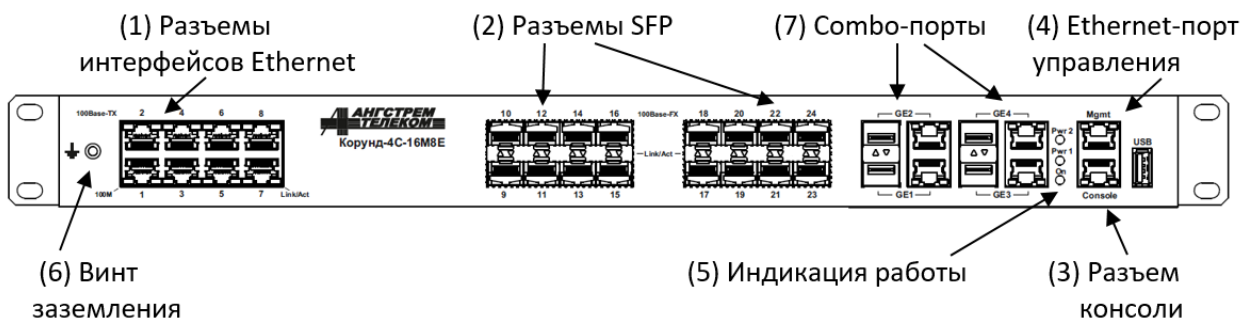

Рисунок 4.2.7 – Расположение разъемов на передней панели коммутатора Корунд-4С-16М8Е
4.2.1.1 Расположение и назначение разъемов на коммутаторах «Корунд» конструкции в стойку 19'/1U показаны на примере коммутатора Корунд-4С-16М8Е, рисунки 4.2.7 и 4.2.8. На переднюю панель коммутатора выведены разъемы интерфейсов Ethernet типа RJ-45 (1), SFP-разъемы (2), интерфейс управления Console типа RJ-45 (3), Ethernet-порт управления коммутатором типа RJ-45 (4), индикация работы (5), винт заземления (6) и Combo-порты (7), рисунок 4.2.7